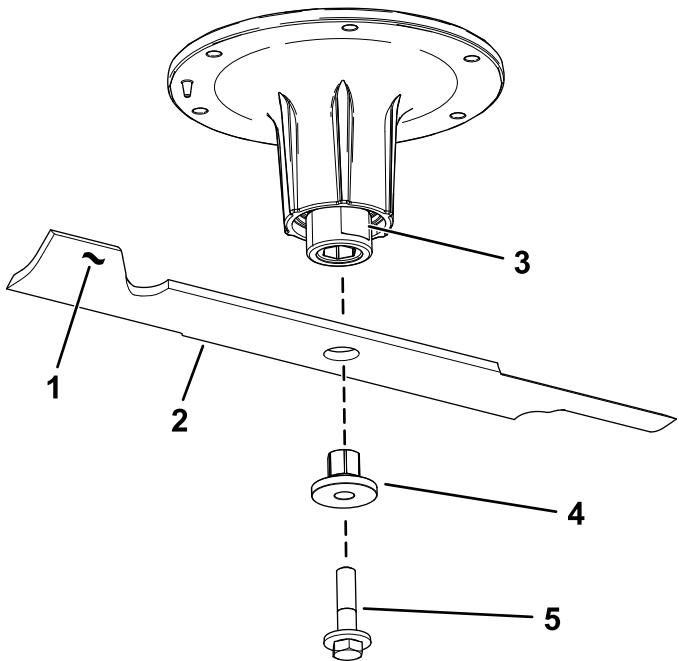

Figura 90
2. Retire el perno de la cuchilla, el buje y la cuchilla del eje (Figura 90).